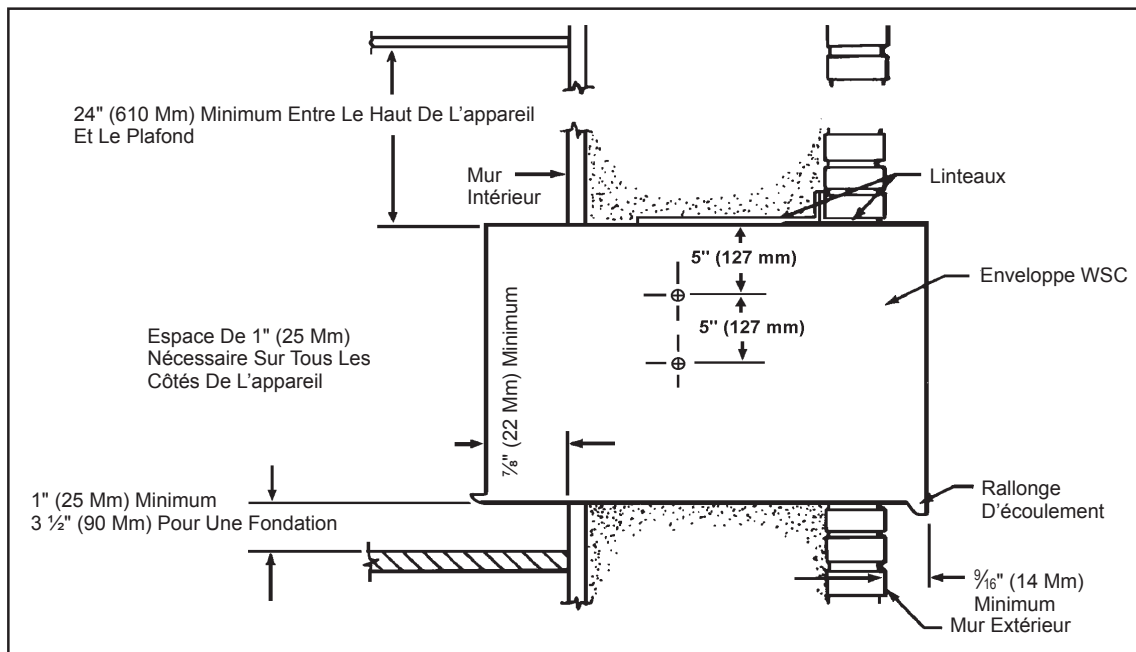

Figure 7
B. Il faut allouer une distance de 1" (25 mm) sur tous les côtés entre l'appareil et le mur ou le sol. Quand une fondation est utilisée, il faut une distance minimum de 3 ½" (90 mm) entre le sol et l'enveloppe. Pour minimiser les risques de cycles courts du compresseur, il faut avoir une distance d'au moins 24" (610 mm) entre le plafond et le haut de l'appareil (consulter la Figure 7).
- ÉTAPE 1** L'enveloppe WSC doit être mise en place de façon que la rallonge d'évacuation s'étende d'au moins  $\frac{3}{16}$ " (1,5 mm) au-delà du mur externe (Figure 7).
- ÉTAPE 1** Après avoir déballé l'enveloppe WSC du carton, enlever le panneau avant ondulé. Mettre l'enveloppe WSC dans l'ouverture en suivant les instructions fournies dans Paramètres d'installation. Attacher l'enveloppe sur l'intérieur du mur avec deux vis n° 12A x 2" de chaque côté de l'enveloppe (Figure 7). Mettre des cales en haut de l'enveloppe, au milieu. Visser une vis n° 12A x 2 en haut de l'enveloppe, près des cales. Installer les vis de l'intérieur de l'enveloppe. Si l'ouverture n'a pas de cadre en bois, utiliser des boulons à coquille d'expansion ou des boulons à ailettes (pas fournis).